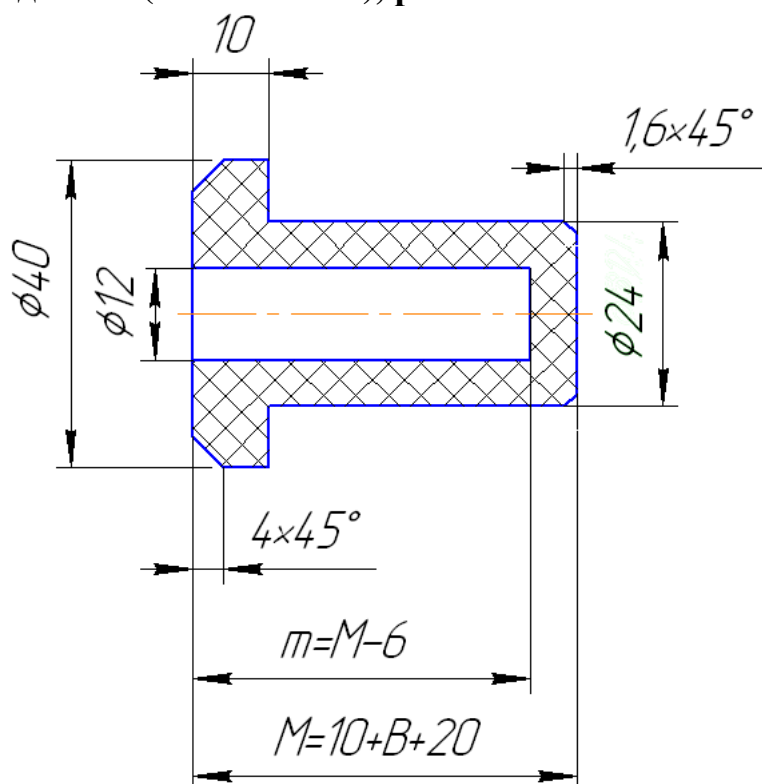

Рис. 72
Задание. По данным моделям-заготовкам (основание, плита, крышка) выполните пространственную сборочную модель и спецификацию. Выполните деталь «Втулка», рис. 72. Пример приведен на рис. 38, 71, 73, 74. Данные на детали и сборочные изделия приведены в спецификации, рис. 37. Скопируйте модели-заготовки и сохраните их под именами согласно табл. 5.
4. Выполните деталь «Втулка», рис. 72, способом «Добавление детали на месте».
- 6) Выполните цилиндрическое отверстие $\varnothing 12$ операцией Вырезать выдавливанием  на расстояние «40» ($m=M-6$), рис. 72.
- 7) Выполните фаски согласно чертежу, рис. 72 (рис. 86), скрыв деталь «Основание».